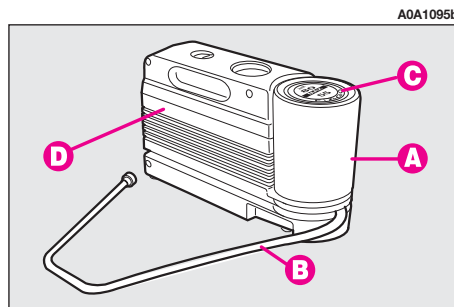

fig. 10
Le kit **fig. 10** est placé dans le coffre à bagages. Dans le boîtier du kit de réparation, se trouvent aussi le tournevis et le crochet d'attelage.
- une bombe **A-fig. 10** contenant le liquide scellant, dotée de: